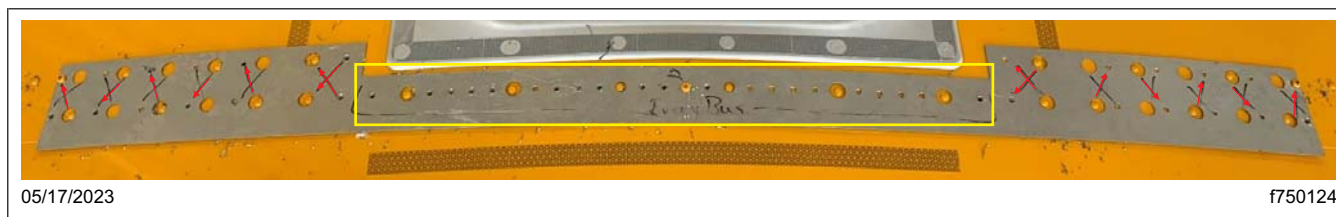

Fig. 20, Identification des emplacements de marquage
Ne pas marquer tous les trous de l'appareil. Indiquez seulement les trous identifiés par les flèches et le rectangle jaune dans Fig. 20.
30. Une fois que l'appareil est fixé en place, localisez les rivets et suivez les flèches pour identifier les emplacements de marquage. Voir Fig. 20. Marquer tous les trous pilotes qui tombent dans la région identifiée par le rectangle jaune. Utilisez un marqueur Sharpie pour marquer les trous pilotes pour percer les trous dans le toit.